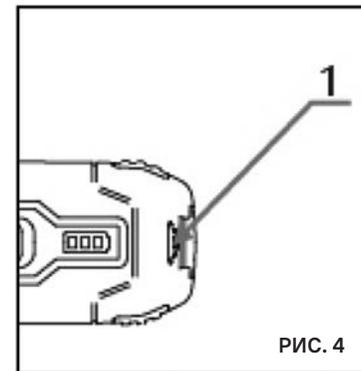

РИС. 4
Электронный ограничитель крутящего момента (1) (Рис. 4) имеет 6 положений. Крутящий момент регулируется в пределах 0,5-3,0 Нм. В соответствии с Вашими задачами отрегулируйте необходимый крутящий момент вращая регулятор (1) (Рис. 4).